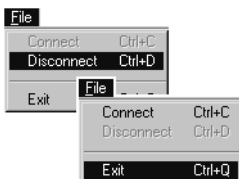

Figura 2-30. Haga clic en Disconnect y después en Exit
- Haga clic en **File ▶ Disconnect** (Figura 2-30), y después haga clic en **File ▶ Exit**. Continúe con otras configuraciones o funciones de operación según sea necesario.